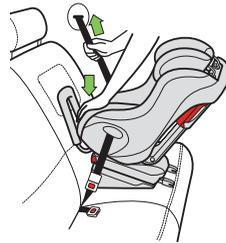
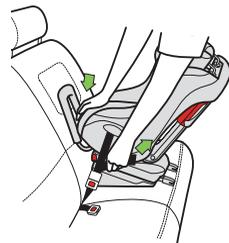

Figure 67
Figure 68
- Appuyez au centre du siège d'auto pour faire baisser le coussin du véhicule et tirez sur la partie baudrier de la ceinture sous-abdominale/baudrier pour la serrer, tel qu'indiqué dans la **Figure 67**, ou tirez sur l'extrémité de la ceinture sousabdominal (si l'installation est avec une ceinture sous-abdominal) pour la serrer, qu'indiqué dans la **Figure 68**.